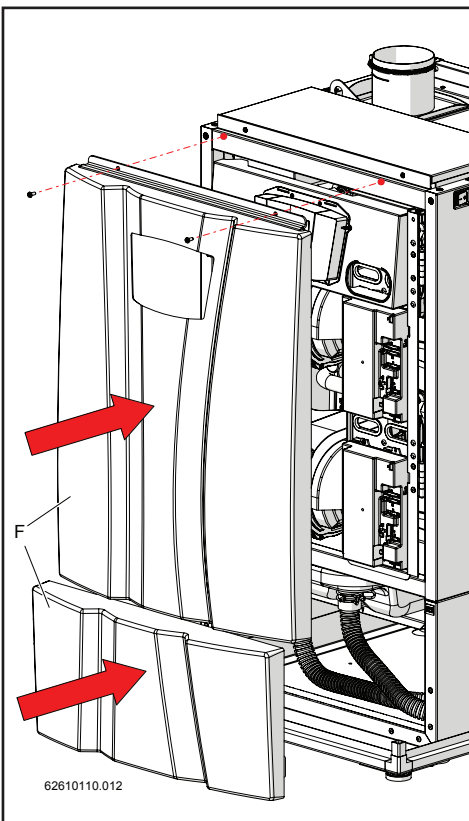
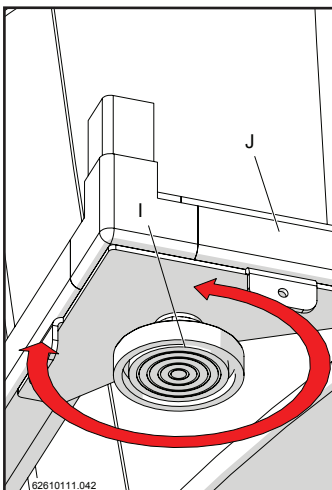

Figure 13-7
Figure 13-8
- 4.- Insérer les couvertures frontales inférieure et supérieure « F » de l'appareil (figure 13-7). Successivement, agir sur les pieds réglables « I » du châssis inférieur « J » pour en régler la stabilité sur le plan d'installation (figure 13-8).